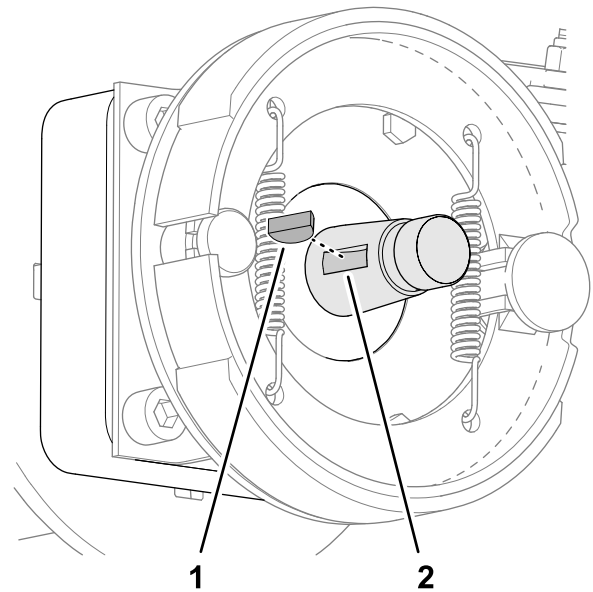

Figura 71
- Inserte la chaveta semicircular en la ranura del eje del motor de rueda (Figura 71).